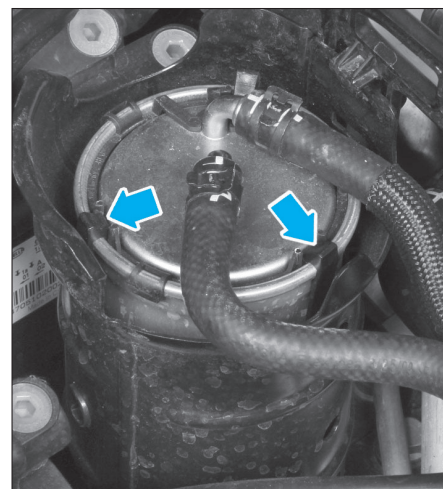

FIG. 4
- Dégrafer le filtre à carburant de la partie inférieure du corps de filtre à carburant (Fig.4).